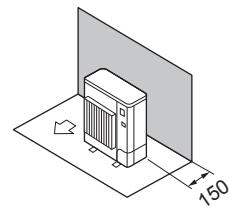

Fig. 2-7
① Εμπόδια στην πίσω πλευρά μόνο (Fig. 2-7)